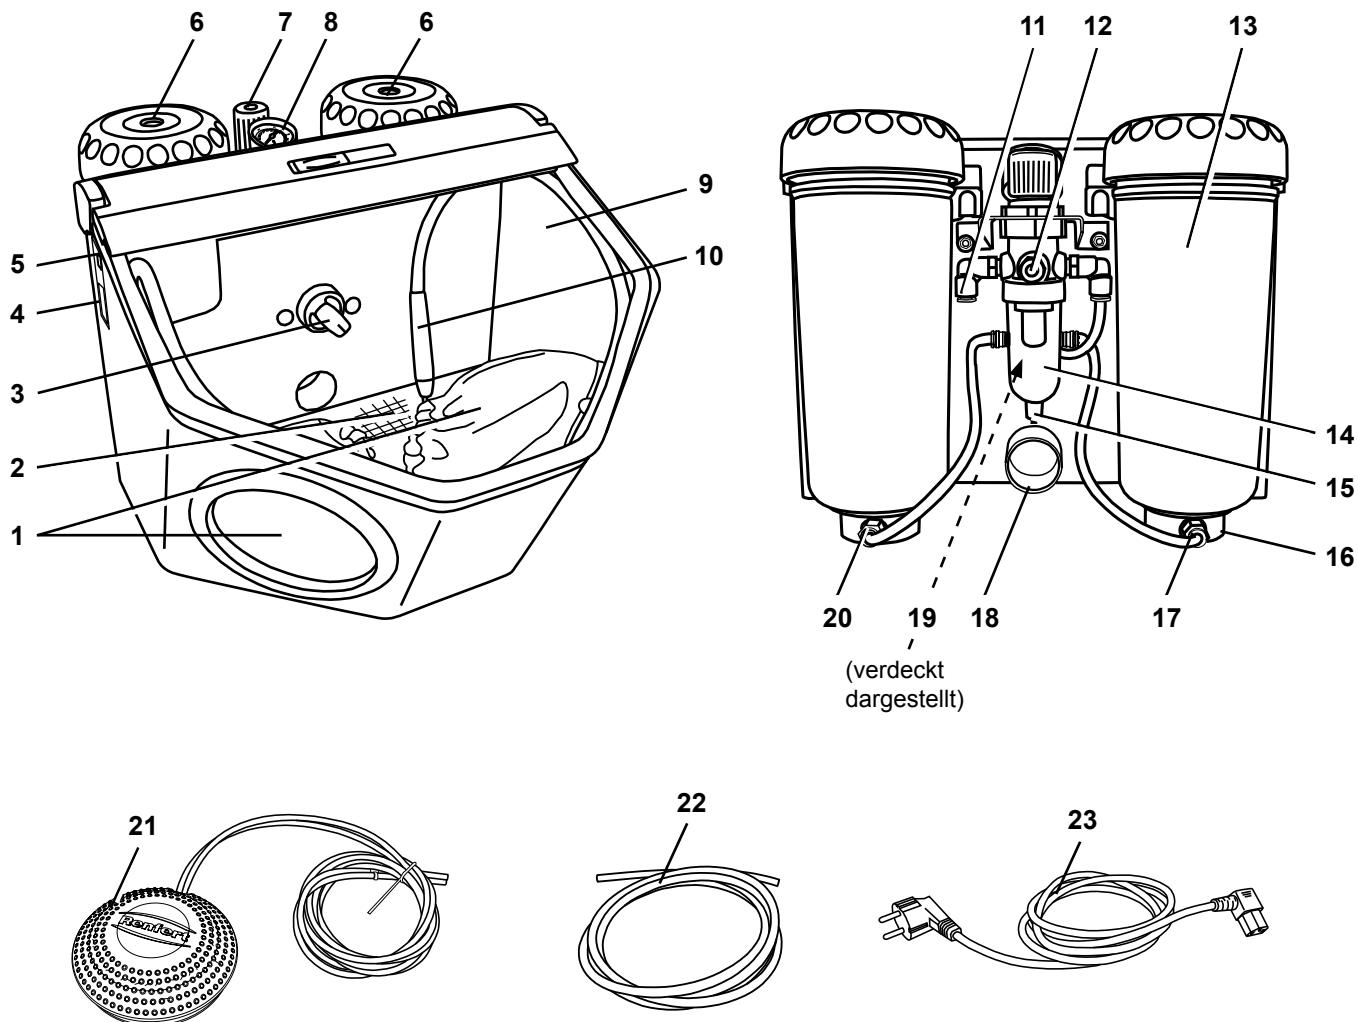

Abb. 1
1-Tank-Version: (20, Abb. 1)
- Am Wahlschalter (3, Abb. 1) den Strahlank wählen (nur bei 2-Tank-Variante).
- Fußschalter (21, Abb. 1) betätigen.